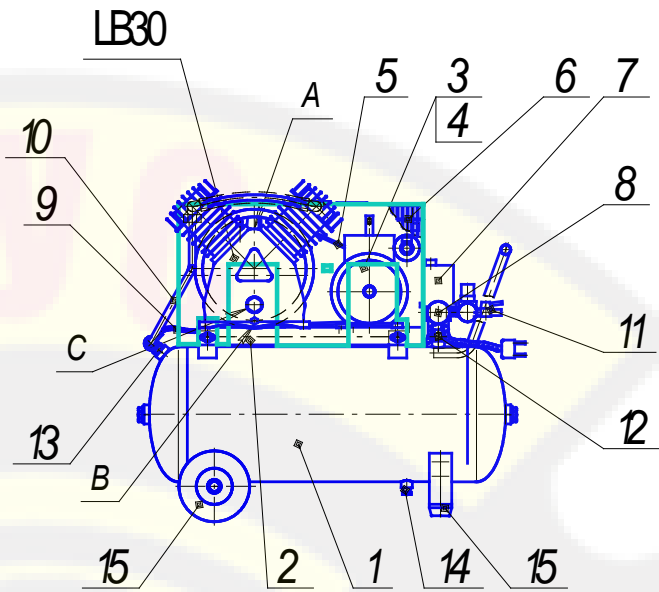
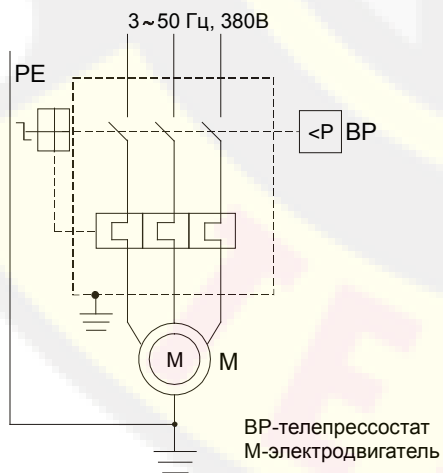

Рис. 1
Рис. 4
2.5. Общий вид компрессора представлен на рис. 1, 2, 3, схема электрическая принципиальная - на рис. 4, 5.
**Примечание:** Комплект колес и амортизаторов (поз. 15, см. рис. 1, 2, 3) и детали их крепления упакованы отдельно.
5.1. Компрессор (рис.1, 2, 3) состоит из следующих основных сборочных единиц и деталей: блока поршневого LB30, ресивера (воздухосборника) 1, платформы 2, электродвигателя 3 со шкивом 4, клиновых ремней 5, защитного ограждения 6, прессостата 7, манометра 8, воздухопровода сброса давления 9, нагнетательного воздухопровода 10, крана выпускного 11, клапана предохранительного 12, клапана обратного 13, крана слива конденсата 14, колес и амортизаторов 15.
Смазка трущихся поверхностей деталей блока поршневого осуществляется разбрызгиванием масла. Заливка масла в картер производится через отверстие в крышке блока цилиндров А (см. рис. 1, 2, 3) после снятия сапуна, слив масла - через отверстие в днище картера, закрытое пробкой В. Уровень масла должен находиться в пределах красной метки смотрового стекла С.
Ресивер (воздухосборник) 1 (см. рис. 1, 2, 3) служит для сбора сжатого воздуха, устранения пульсации давления, отделения конденсата и масла. Ресивер является также корпусом, на котором смонтированы узлы и детали компрессора.